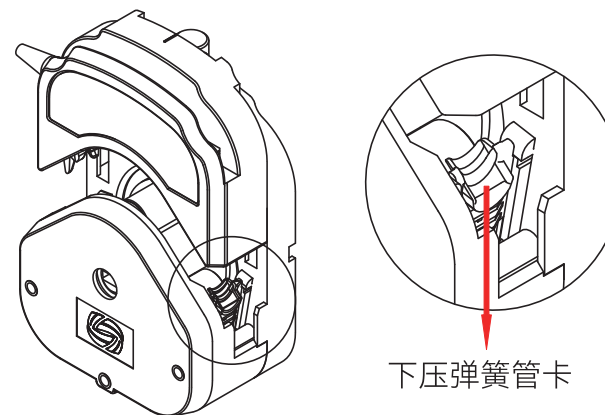

图6 YZ35泵头管卡操作示意图
- 下压一侧弹簧管卡(图6)，将软管放入，再下压另一侧弹簧管卡，将另一侧软管放入；